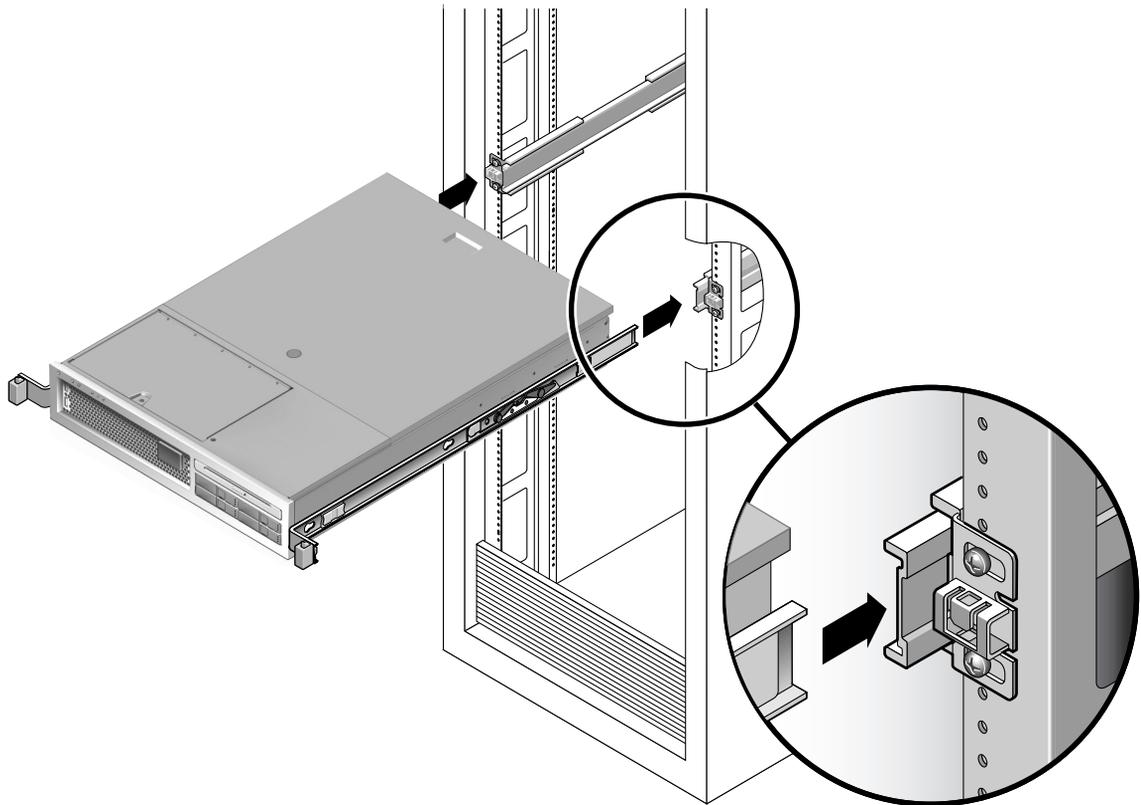

FIGURE 2-7 Montage du châssis sur les rails coulissants
10. Insérez les extrémités des supports de montage dans les rails coulissants (voir FIGURE 2-7).